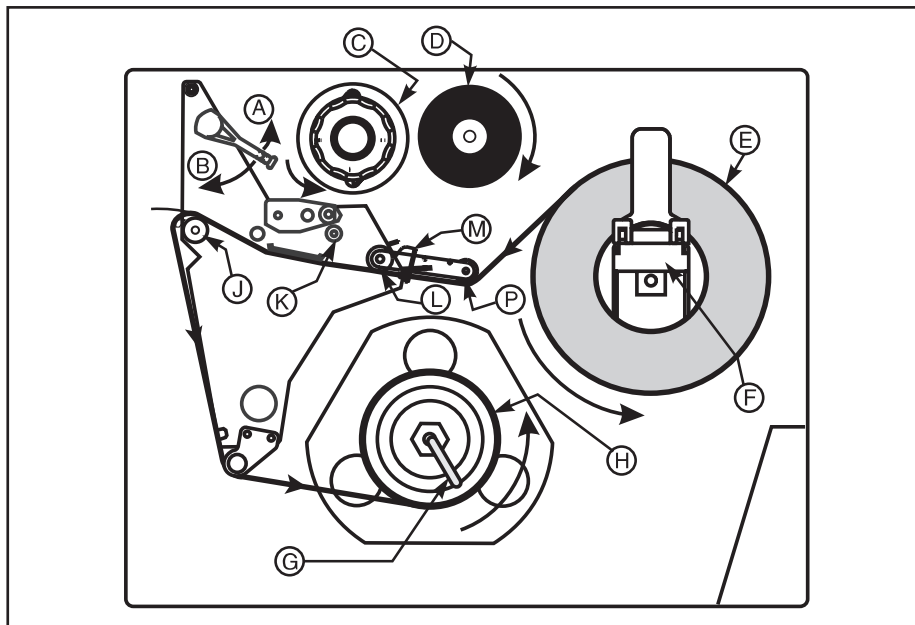

Figura 5
1. Collocare il rotolo del modulo (figura 5-E) sul supporto apposito (figura 5-F) o sulla staffa opzionale.
2. Aprire la testina stampante spostando la leva situata nell'insieme della testina superiore nella posizione aperta (figura 5-A).
3. Allentare le vite a testa zigrinata della guida del modulo (figura 5-M) e collocare la guida il più lontano possibile dal telaio della stampante.
4. Fare passare il modulo sotto l'insieme del braccio del ballerino (figura 5-P), sotto il rullo inferiore (figura 5-L), tra la piastra di guida del modulo superiore, sotto la testina stampante e sopra la lamiera (figura 5-J).
5. Regolare la posizione della guida del modulo (figura 5-M), in modo che tocchi appena il bordo esterno del modulo senza causarne l'arricciamento. Assicurarsi che sia parallela al bordo del modulo e serrare la vite zigrinata.
6. Chiudere la testina spostando la leva, situata nell'insieme della testina superiore, alla posizione di chiusura (figura 5-B).
3. Rimuovere il gancio (figura 5-G) dal perno dello spinotto di raccolta (figura 5-H). Se si utilizza un nucleo, rimuovere tutto il nastro dal nucleo e inserirlo sul perno riavvolgitore portandolo a livello contro la piastra di guida.
6. Rimuovere il gancio (figura 5-G) dal perno dello spinotto di raccolta (figura 5-H). Se si utilizza un nucleo, rimuovere tutto il nastro dal nucleo e inserirlo sul perno riavvolgitore portandolo a livello contro la piastra di guida.
7. Instradare il rotolo come è mostrato nelle figura 5 e 6 ed avvolgerlo 1 o 2 volte o (1) intorno allo spinotto di raccolta etichette rimontando il gancio o (2) intorno ad un nucleo di 76,2 mm. (Con alcuni tipi di etichette, specialmente cartoncino per cartellini, può essere necessario fissare l'estremità del rotolo al nucleo con nastro adesivo perché rimanga attaccato al nucleo. NON usare nastro adesivo a meno che non sia assolutamente necessario).
Regolare la vite zigrinata della guida del modulo (figura 5-M) per evitare lo spostamento del modulo. Assicurarsi che sia parallela al bordo del modulo.
Nel caricare il nastro, fare attenzione a spingere bene il nucleo del nastro inchiostro in su contro il fermo del perno di alimentazione del nastro. (figura 5-D).